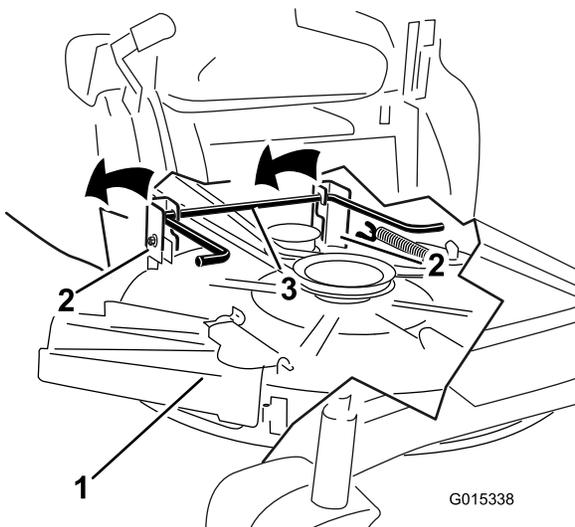

Bild 56
5. Heben Sie das Mähwerk und die Hängeprofile über die hintere Hubstange und senken Sie das Mähwerk vorsichtig auf den Boden ab (Bild 56).
- Heben Sie das Heck des Mähwerks an und führen Sie die Hängeprofile über die hintere Hubstange (Bild 56).